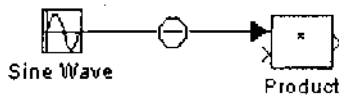

图 6-45
- (2) 按下 Shift 键的同时,按下鼠标按钮(图 6-45)。